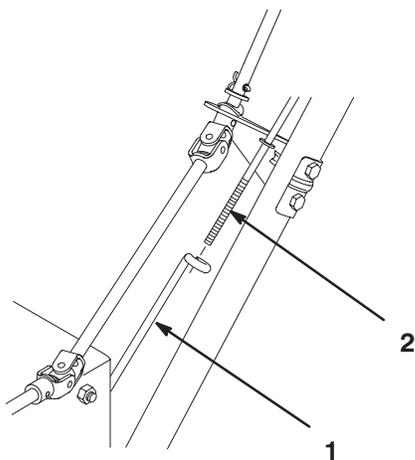

Bild 4
3. Halten Sie die linke Seite des Griffelements in der Installationsposition und stecken Sie die obere Fahrtriebsstange durch die Öse in der unteren Fahrtriebsstange (Bild 4).